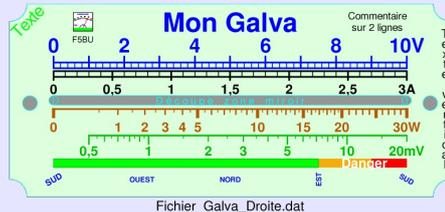

Fig. 3 - Galvanomètres de type 3
3) ceux dont l'axe est horizontal, perpendiculaire au cadran et dont l'aiguille a un déplacement angulaire (Fig. 3). A ces galvanomètres correspondent plusieurs types de cadrans selon l'étendu et la zone de déviation de l'aiguille (cadrans types 3 à 12 de la Fig. 4). Ce sont les galvanomètres que l'on rencontre le plus couramment. Les cadrans sont plans et les échelles sont généralement en arcs de cercles, toutefois, le cadran 12 de la Fig. 4 est un exemple de cadran à échelles droites pour un galvanomètre de type 3.